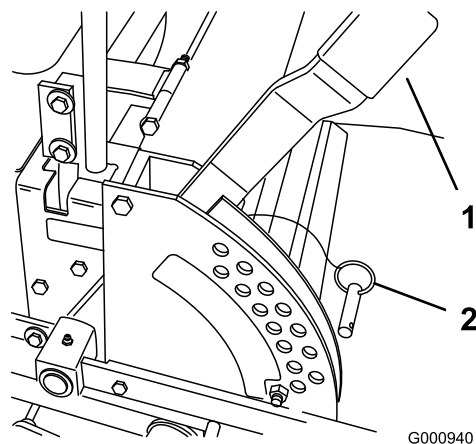

Figure 17
1. Relevez le levier de sélection de hauteur de coupe en position de transport (qui correspond aussi à la hauteur de coupe de 127 mm [5 pouces]) (Figure 17).
2. Pour changer de hauteur de coupe, retirez l'axe de chape du support de hauteur de coupe (Figure 17).
3. Placez l'axe de chape dans le trou du support correspondant à la hauteur de coupe voulue (Figure 17).